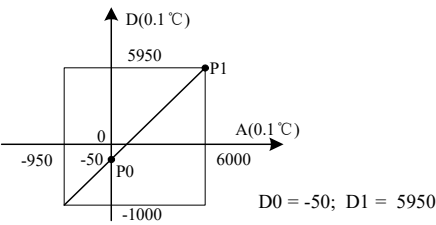
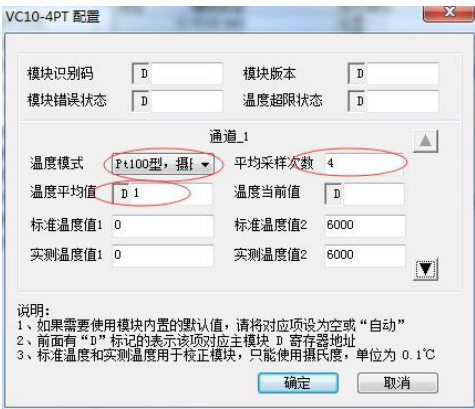
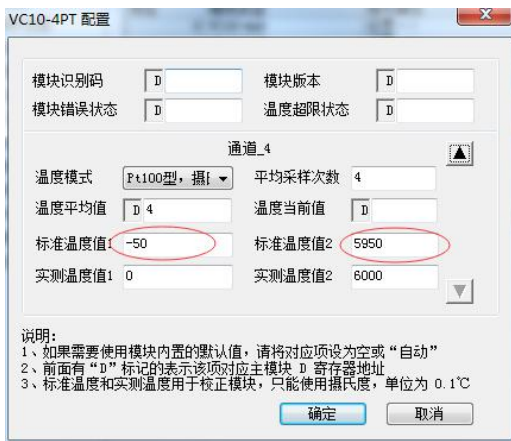

图 3-3 特性更改举例
图 4-1 基本应用通道一设置
图 4-4 通道特性更改设置
9. BFM#4094：模块软件版本信息单元。自动显示在后台软件的 VC10-4PT 配置界面中的**模块版本**栏，见图 4-1。
若实际使用时 VC10-4PT 测量值偏高 5℃（41°F）时，通过设定特性调整的两点 P0(0，-50)，P1(6000，5950)可消除误差，参见图 3-3 实例。
如下例所示，VC10-4PT 连接在扩展模块的 0 号位置，使用第 1 通道接入 Pt100 型热电阻输出摄氏度温度，第 2 通道接入 Cu100 型热电阻输出摄氏度温度，第 3 通道接入 Cu50 型热电阻输出华氏度温度，关闭第 4 通道，平均值点数设为 4，并且用数据寄存器 D1、D2、D3 接收平均值转换结果。设置的方法如图 4-1 至图 4-4 所示。进一步详细说明参见《VC20/VC10 系列可编程控制器编程参考手册》。
VC10-4PT 连接在扩展模块的 0 号位置，使用其第 1 通道接入 Pt100 型热电阻输出摄氏温度，第 2 通道接入 Cu100 型热电阻输出摄氏温度，第 3 通道接入 Cu50 型热电阻输出华氏温度，关闭第 4 通道。均实现图 3-3 中的特性（若实际使用时 VC10-4PT 测量值偏高 5°C[41°F]）。此时第 1 通道在实际测量温度为 600°C 时，输出为 6000；第 2 通道在实际测量温度为 120°C 时，输出温度为 1200；第 3 通道在实际测量温度为 248°F 时，输出温度为 2480。用数据寄存器 D1、D2、D3 接收平均值转换结果。更改的方法如图 4-4 所示。需要注意的是特性更改都是以摄氏度为单位。且设置更改值的范围在±1000（±100°C）以内。